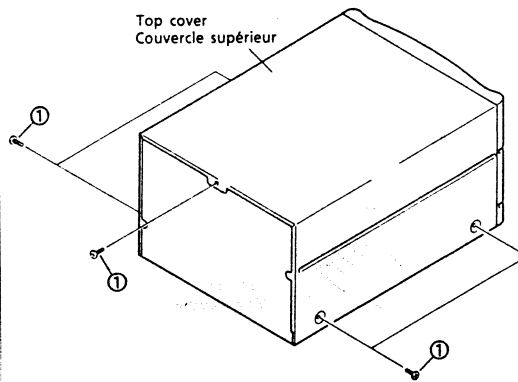
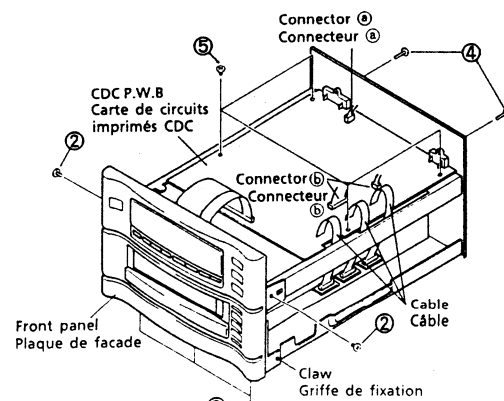

Fig. 15
Fig. 16
- Retirer la plaque supérieure (Fig. 15)
- Retirer les 5 vis de fixation ①.
- Retirer la plaque de façade (Fig. 16)
- Retirer 1 connecteur ③ (W seulement), les 2 vis de fixation ② et les 2 vis de fixation ③.
- Séparation de la carte de circuits imprimés CDC (Fig. 16)
- Après avoir retiré le couvercle supérieur, retirer la carte de circuits imprimés en film souple, les 3 câbles et les deux connecteurs ④.
- Retirer les 2 vis de fixation ④ et les 4 vis de fixation ⑤.
- Séparation du mécanisme de platine CD (Fig. 16 et 17)
- Retirer les 3 câbles et les 2 connecteurs ⑥ (Fig. 15) et les 2 vis de fixation ⑥